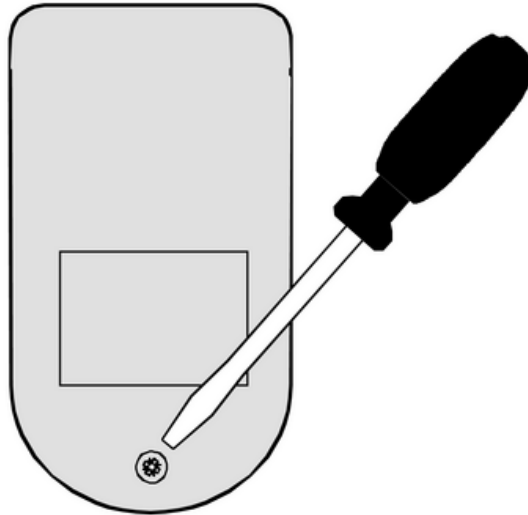

Bild 4: Schraube lösen
- Schraube auf der Gehäuserückseite des Handsenders lösen und Gehäuse öffnen (Bild 4).